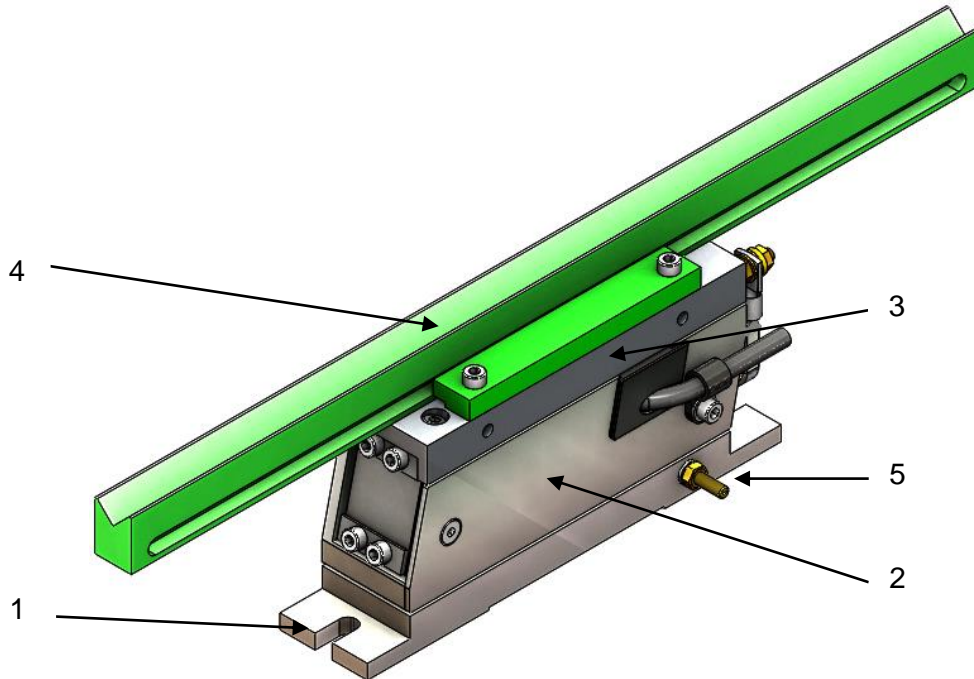

Abbildung 4: PARU Mini XS mit Tooling (grün dargestellt)
Abbildung 4 zeigt einen PARU Mini XS mit einem grün dargestellten, beispielhaften Tooling (4).